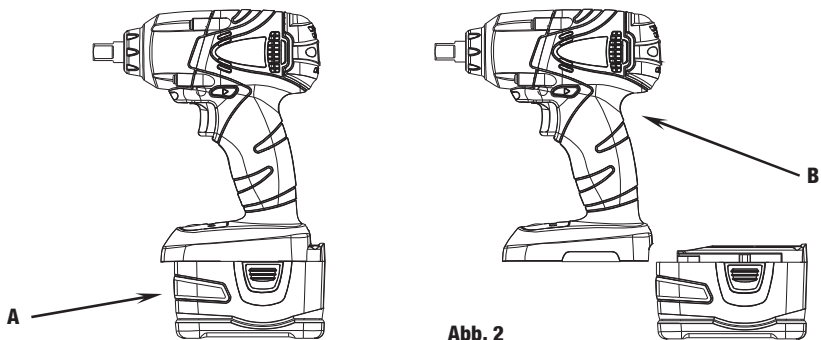

Abb. 2
AKKU ENTFERNEN: Entriegelungsclip drücken und den Akku (A) vom Elektrowerkzeug abziehen (B) (siehe Abb. 2).
AKKU EINSETZEN: Den Akku (A) auf die Unterseite des Elektrowerkzeuges schieben, indem die Kontakte des Akkus mit den Kontakten des Elektrowerkzeuges verbinden (siehe Abb. 2).